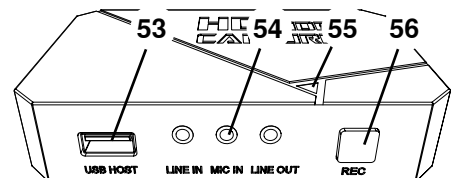

图35
⇒按HDMI 录像机的 REC 按钮（图35、56）。
- ◆ LED 信号灯（图35、55）变为红色。
⇒将耳机的麦克风电线（粉红色插头）插入 MIC IN（图35、54）（粉红色标记）。